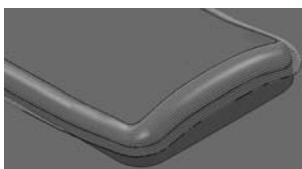

图 2-217 沿着
- **【沿着】**：从起始参考线向终止参考线偏置出刀具路径，如图 2-217 所示。